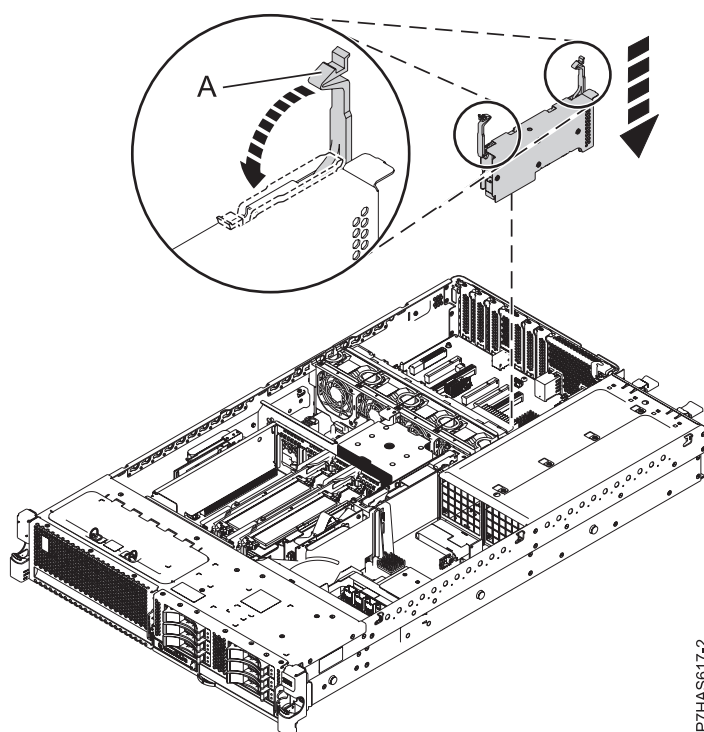

Figura 6. Instal·lació de l'adaptador GX FC EJ0H en un sistema
1. Prepareu la instal·lació del nou adaptador estirant els pestells (A) de l'adaptador de la posició oberta, tal com es mostra a Figura 6.
2. Agafeu amb compte el nou conjunt de l'adaptador GX (codi de característica (FC) EJ0H, adaptador GX++ LP PCIe2 x8 d'un port) pels pestells de plàstic (A) i després alineu el conjunt de l'adaptador GX amb la ranura i el connector a la placa posterior del sistema.